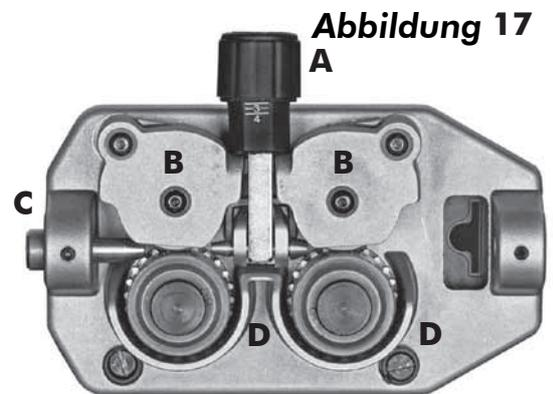

Abbildung 17
- Plastikdrehgriff lockern (A) und senken und die Drahthebel anheben (B) (Abb. 17). Etwaige Drahtrückstände aus der Drahtspirale entfernen.
- Draht von der Spule lösen und mit einer Zange so festhalten, der er sich nicht abwickeln kann. Das Ende vor dem Einführen in die Führung (C) ggf. gerade biegen. Draht so einführen, dass er über den unteren Rollen (D) verläuft und in die Drahtspirale eintritt.